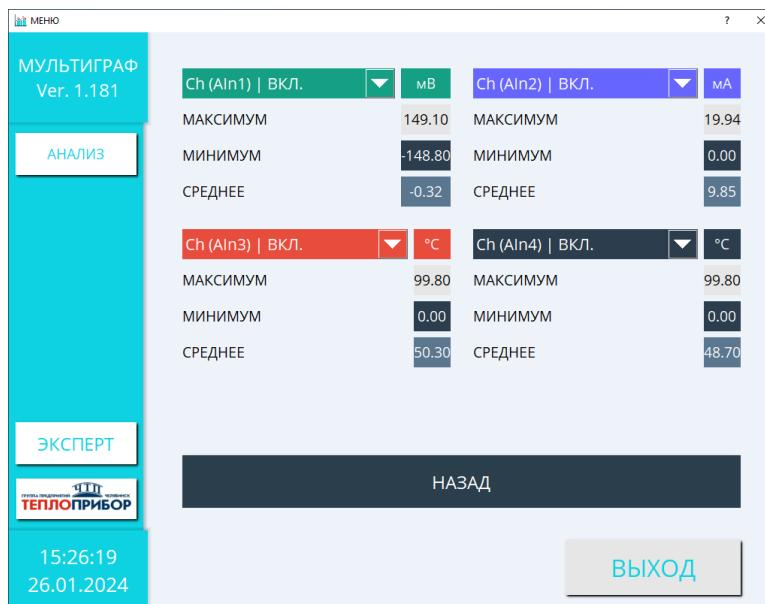

Рисунок 2.57 – Анализ сигнала
**2.4.3.1 Функция «АНАЛИЗ СИГНАЛА»** накапливает данные с каналов измерения и выводит на экран максимальные, минимальные и средние значения за период регистрации (рис. 2.57).